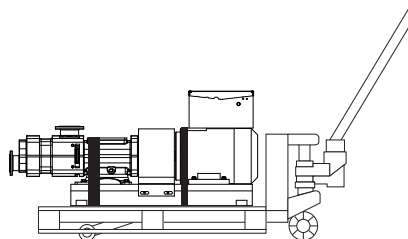

Fig. 6 Transporte con vehículo de transporte sobre el suelo
- ▶ Compruebe que la bomba esté bien asegurada en el palé. Por ejemplo, con correas, véase la Fig. 6 «Transporte con vehículo de transporte sobre el suelo», pág. 9.